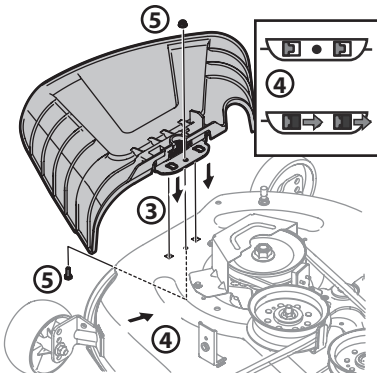

Figura 18
- Ubique el deflector del canal en la plataforma, asegúrese de insertar las lengüetas de dicho deflector en los orificios de la plataforma. Consulte la Figura 18.
- Deslice el deflector del canal hacia la parte posterior del tractor hasta que el orificio del perno que está en el deflector del canal quede alineado con el orificio de la plataforma. Consulte la Figura 18.
5. Sujete el deflector del canal en su lugar con la tuerca de seguridad con brida y el tornillo hexagonal que se extrajeron en el paso dos. Ajuste hasta 102-124 pulgadas-libras (11.5-14 N-m). Consulte la Figura 18. Pase a Ajuste de las Ruedas de la Plataforma.